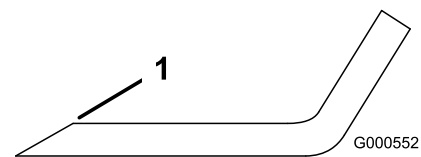

Bild 83
1. Schärfen Sie die Schnittkante an beiden Enden des Schnittmessers mit einer Feile (Bild 83).
Hinweis: Feilen Sie, wenn das Schnittmesser nicht ausgewuchtet ist, vom Flügelbereich des Messers etwas Metall ab (Bild 83).